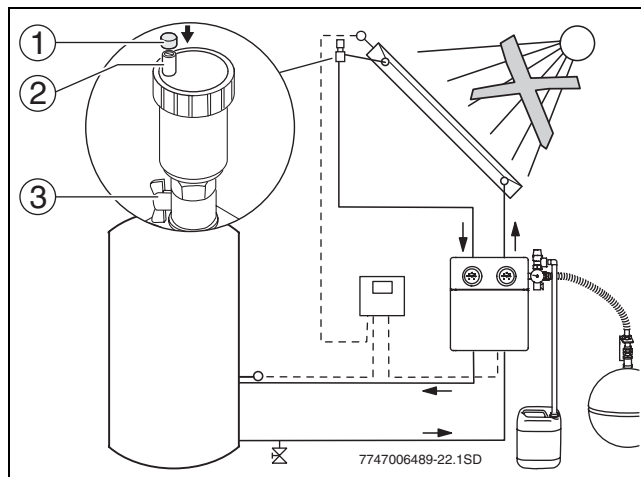

Fig. 25 Ouvrir le purgeur
- ▶ Fermer le robinet de droite (2) à la du groupe de transfert ainsi que le robinet du purgeur (→ figure 25, (3)).
- Fermer les robinets de remplissage et de vidange (3) du groupe de transfert.